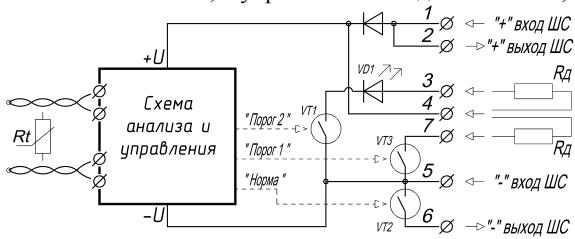

Рис. 4.1
4.7 Схема выходного каскада модулей «МИП-М(-Ex)» приведена на рис. 4.1.